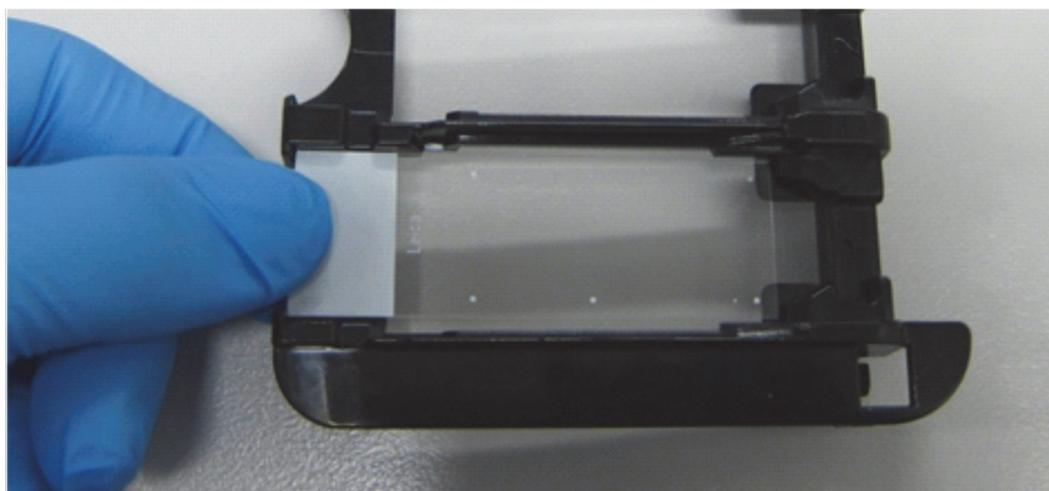

Figure 43 : Mise en place d'une lame dans un plateau de lames
2. Orientez la lame au-dessus d'une position libre du plateau de lames, l'extrémité avec l'étiquette dans le creux du logement de la lame dans le plateau (voir Figure 43). Déposez la lame de sorte qu'elle repose en position encastrée dans le plateau.